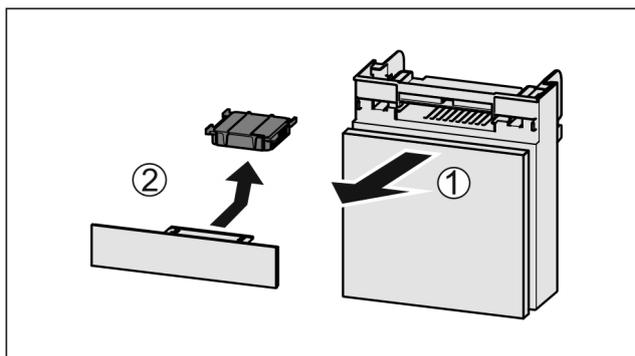

Fig. 152
- ▶ Extrageți Fig. 152 (1) compartimentul către înainte.
- ▶ Scoateți Fig. 152 (2) filtrul de cărbune activ.